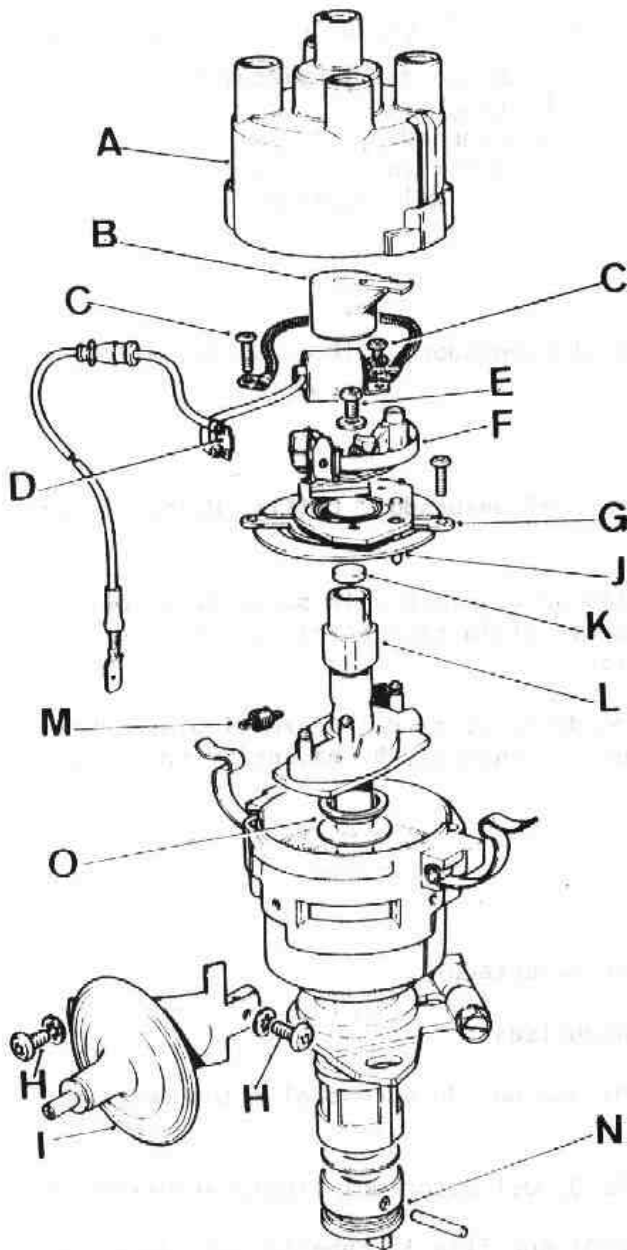

Fig. N2-7 Distribuidor
- 1.1. Retirar la tapa (Fig. N2-7) y el rotor.